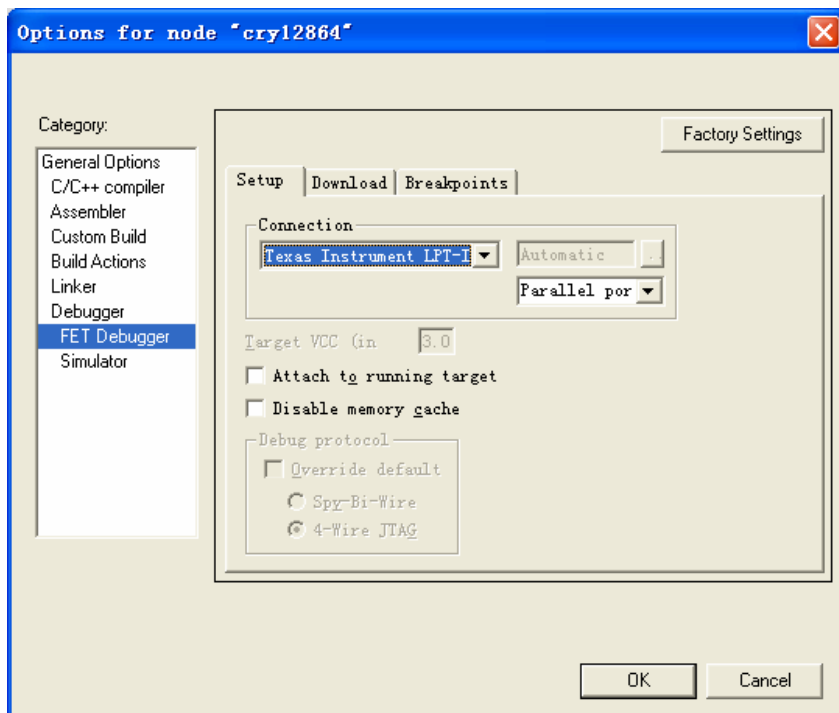

图 2.10
11、如果用户只想进行软件仿真，那么选择 Simulator 以后就可以单击右下角的 OK，完成设置了。如果用户需要进行硬件仿真，那么选择 FET Debugger 后，再单击 Category 下面的 Debugger 下面的 FET Debugger，可以看到如图 2.10 所示的画面。
型，就可以了。如果使用我们提供的精简版仿真器，请选择 Texas Instrument LPT-IF，如图 2.10 所示。然后单击 OK 就完成了设置。